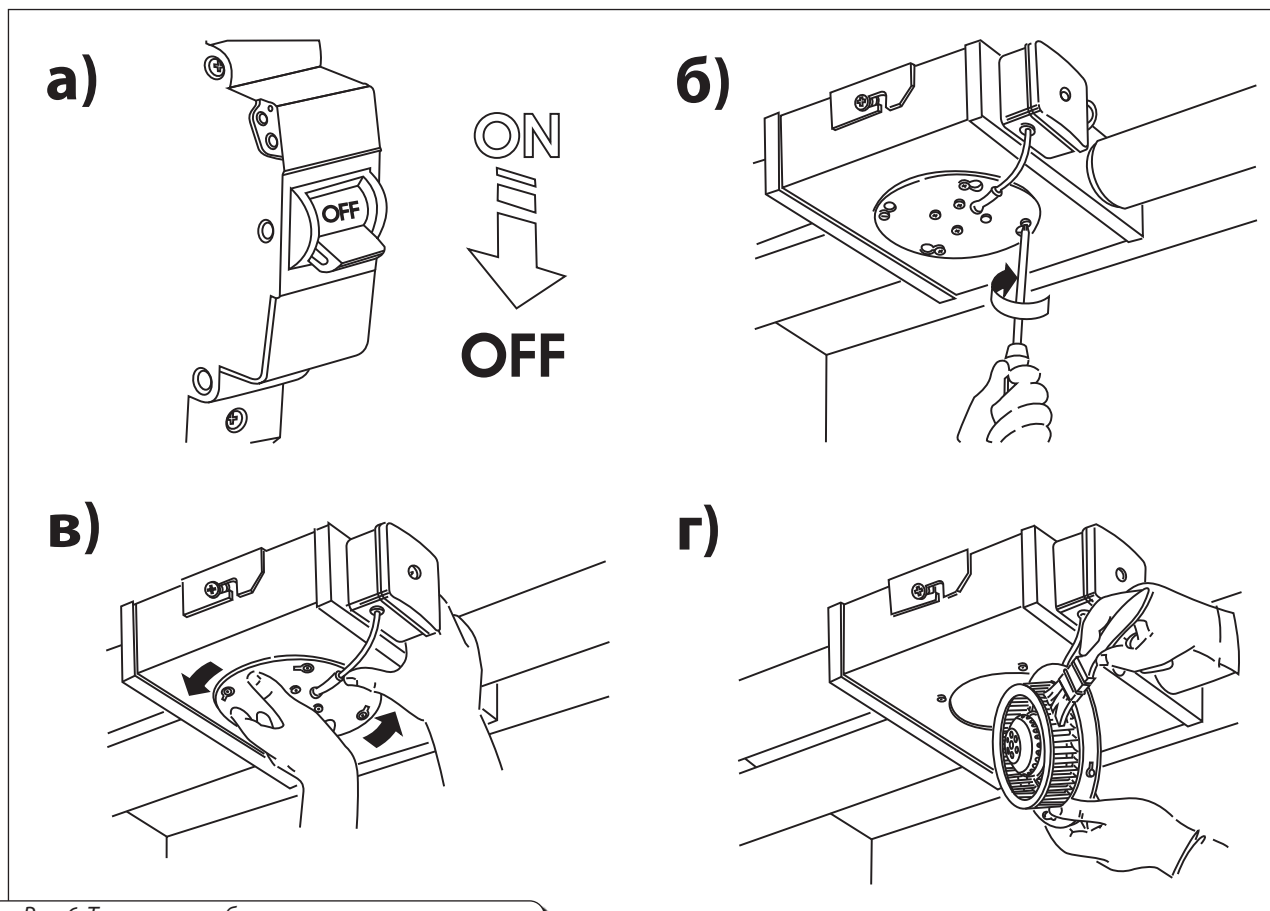

Рис. 6. Техническое обслуживание вентилятора
- отключить вентилятор от сети питания (см. рис. 6 а);
- ослабить четыре винта (см. рис. 6 б);
- извлечь из корпуса фланец с турбиной (см. рис. 6 в);
- очистить лопасти рабочего колеса, используя при этом мягкую сухую щетку или сжатый воздух (см. рис. 6 г).